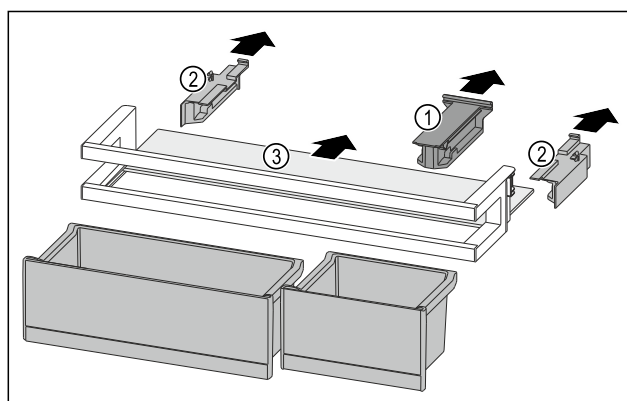

Fig. 88
- ▶ Træk holdesektionen Fig. 88 (1) af.
- ▶ Træk sidesektionerne Fig. 88 (2) af.
- ▶ Tag hylde Fig. 88 (3) ud.